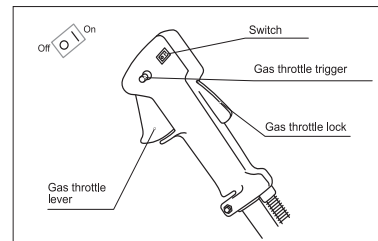

fig. 10
1. Включете запалването с помощта на превключвател, разположен на дясната дръжка (рис. 10).
2. Като натиснете превключвателя, натиснете надолу дроселния лост и го задръжте в освободено състояние с помощта на фиксатор (рис. 10).